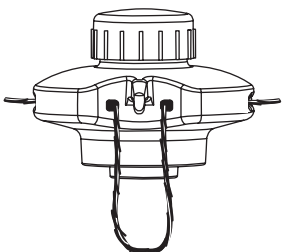

Fig. 6
2. Poussez les extrémités à travers jusqu'à ce qu'elles dépassent des côtés de la tête (Fig. 6).